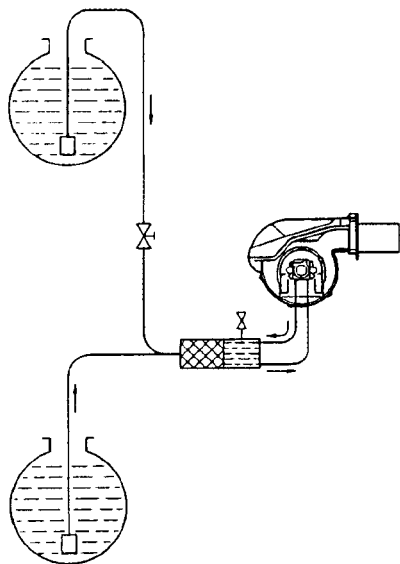

Рис. 25
- байпас с наружной стороны насоса (Рис. 25) (предпочтительно). Подсоединить обе трубы к насосу;